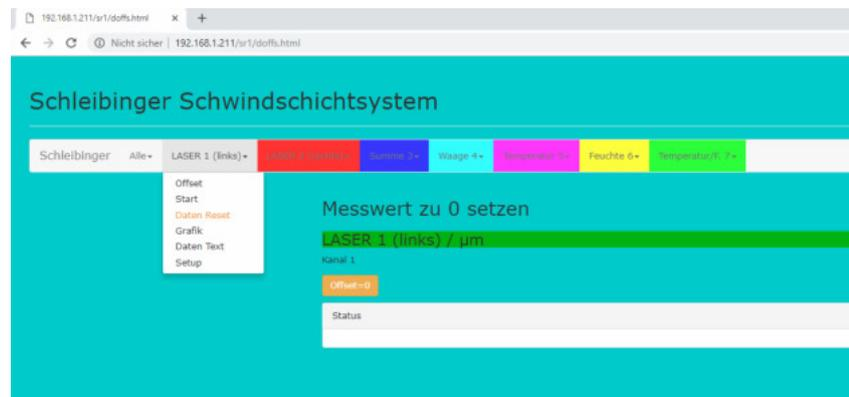

Abbildung 16: Offset.
- Klicken Sie auf **Offset=0**. Der aktuelle Messwert wird zum Offset-Wert und im Folgenden von allen Messwerten automatisch abgezogen (Abb.16).